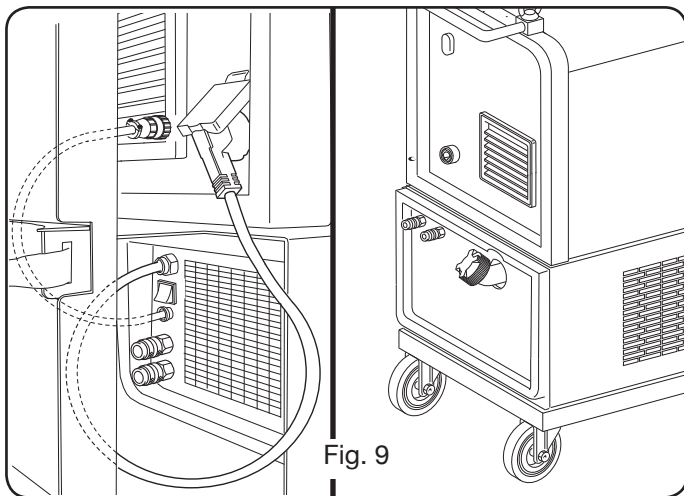

Fig. 9
3.5 DE KOELGROEP MONTEREN (ART. 1683 - OP AANVRAAG GELEVERD - ART. 306-308-315-316) (Afb. 9)